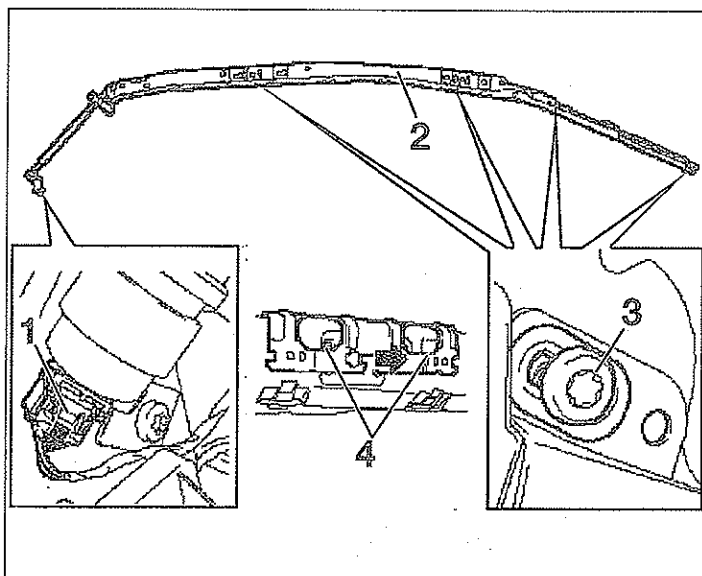

FIG. 14
- Desenchufar el conector (1) el airbag (2) (fig. 14).
- Desmontar los cuatro tornillos de fijación (3) del airbag.
- Desengrapar los bloques (4) del airbag del montante de techo.